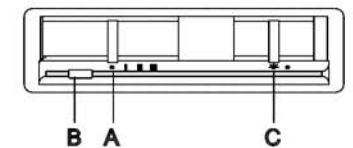

Fig. 4
- 4 position motor control switch (OFF, 1st, 2nd, and 3rd speed positions) (Figure 4, Ref. A).
- Control light for motor operation (Figure 4, Ref. B).
- Light switch (Figure 4, Ref. C).
- Conmutador de 4 posiciones para el control del motor (posición OFF, 1ª, 2ª y 3ª velocidad) (Fig. 4 ref. A).
- Lámpara de control del funcionamiento del motor (Fig. 4 ref. B).
- Interruptor para la lámpara de iluminación (Fig. 4 ref. C).